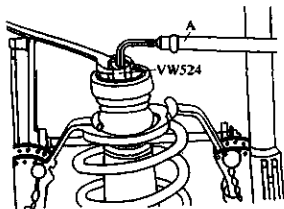

图 3-152 松开开槽螺母
2) 松开开槽螺母，放松弹簧，可以用扳手 A 阻止活塞杆的转动，以便松开螺母，如图 3-152 所示。